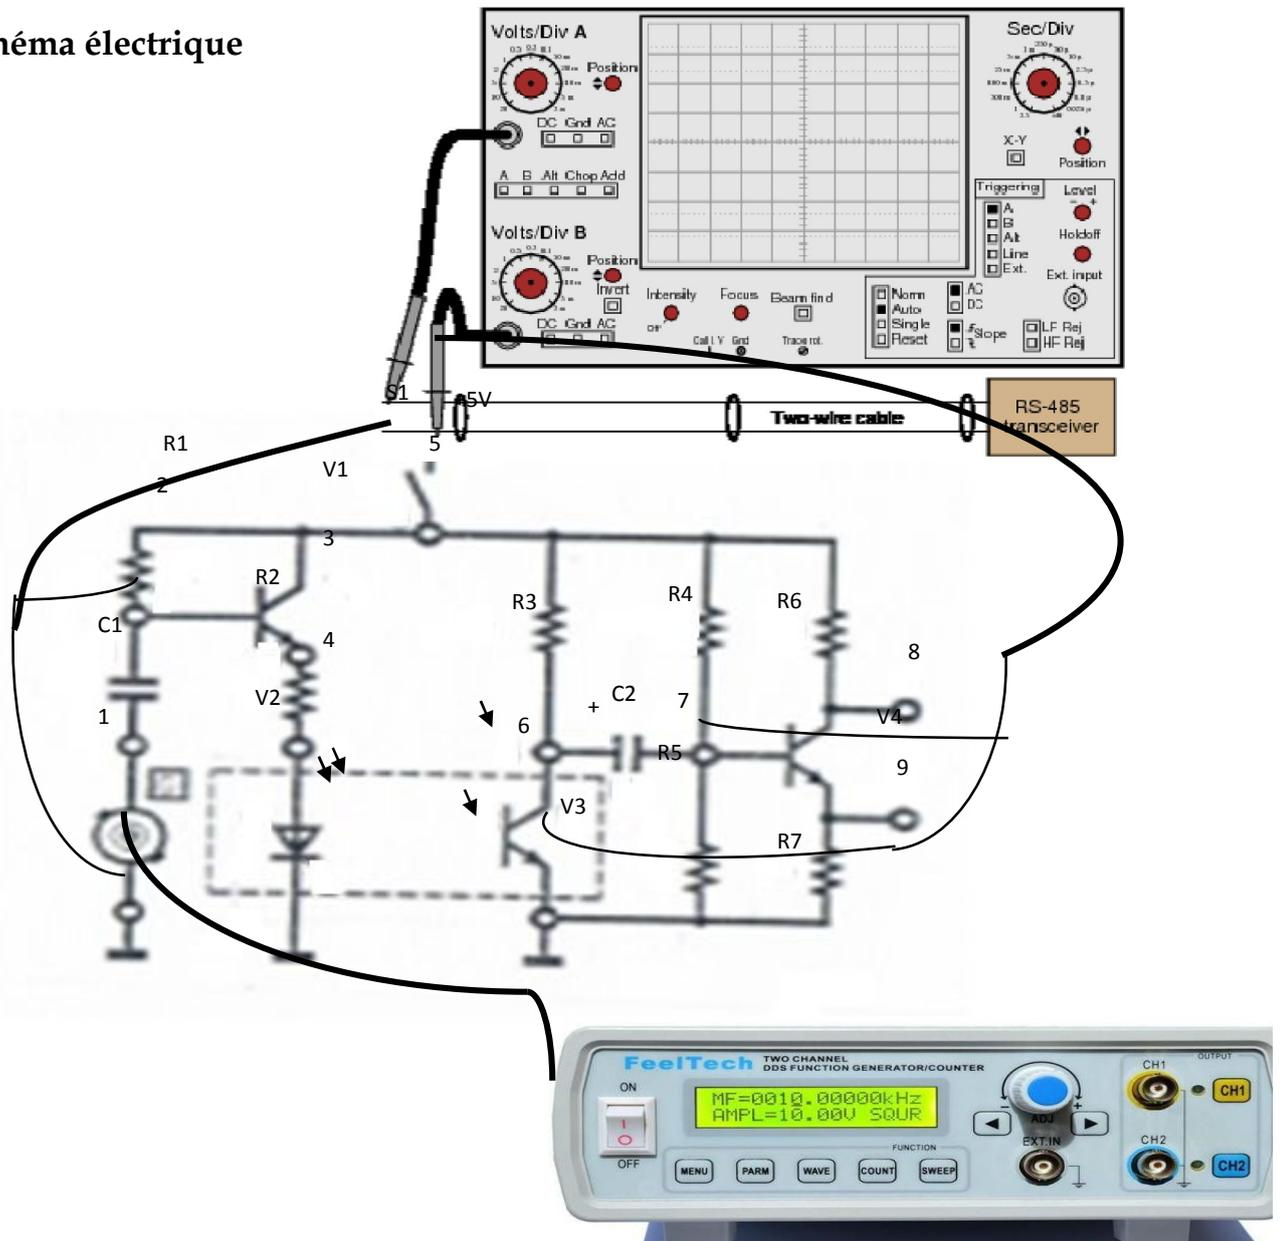

Figure 1.1 : Schémas électrique optocoupleur 1
- 8) Brancher le générateur de signaux et l'oscilloscope comme à la figure.1.1 ; Régler l'oscilloscope de la façon suivante :